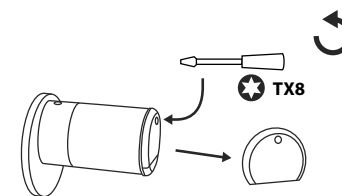

Fig. 2
- ① Con il cacciavite TX8 in dotazione la vite sul lato interno della porta situata all'estremità anteriore della manopola e aprire la copertura. La vite può essere svitata solo fino all'apertura del coperchio e non può essere estratta. (Fig. 2).